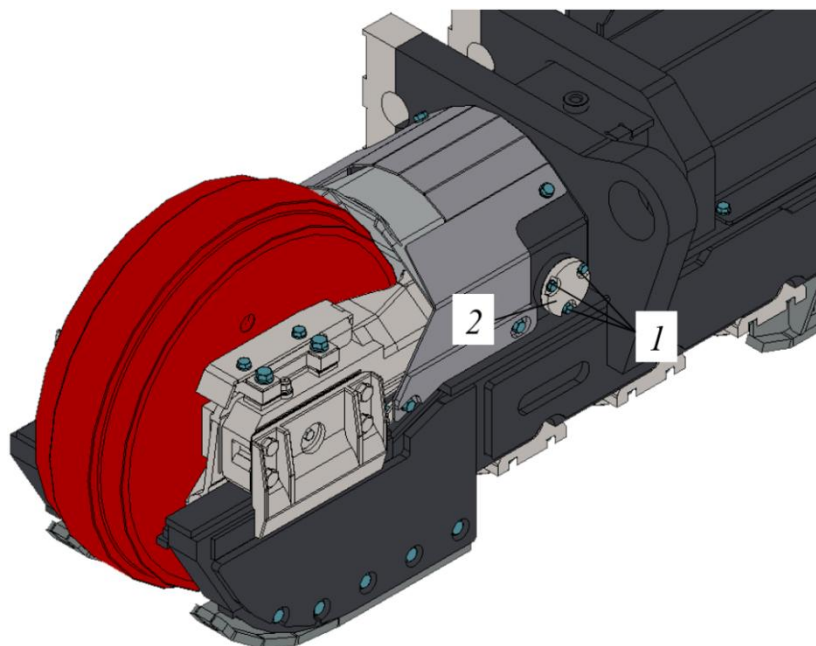

Рисунок 5.78. Демонтаж крышки на раме гусеничной тележки
- ▶ Очистить защитную крышку 2 и прилегающую к крышке область от загрязнений, рис. 5.78.
- ▶ Открутить три болта 1 крепления крышки, рис. 5.78.
- ▶ Установить защитную крышку 2, завернув крепежные винты 1, рис. 5.78.